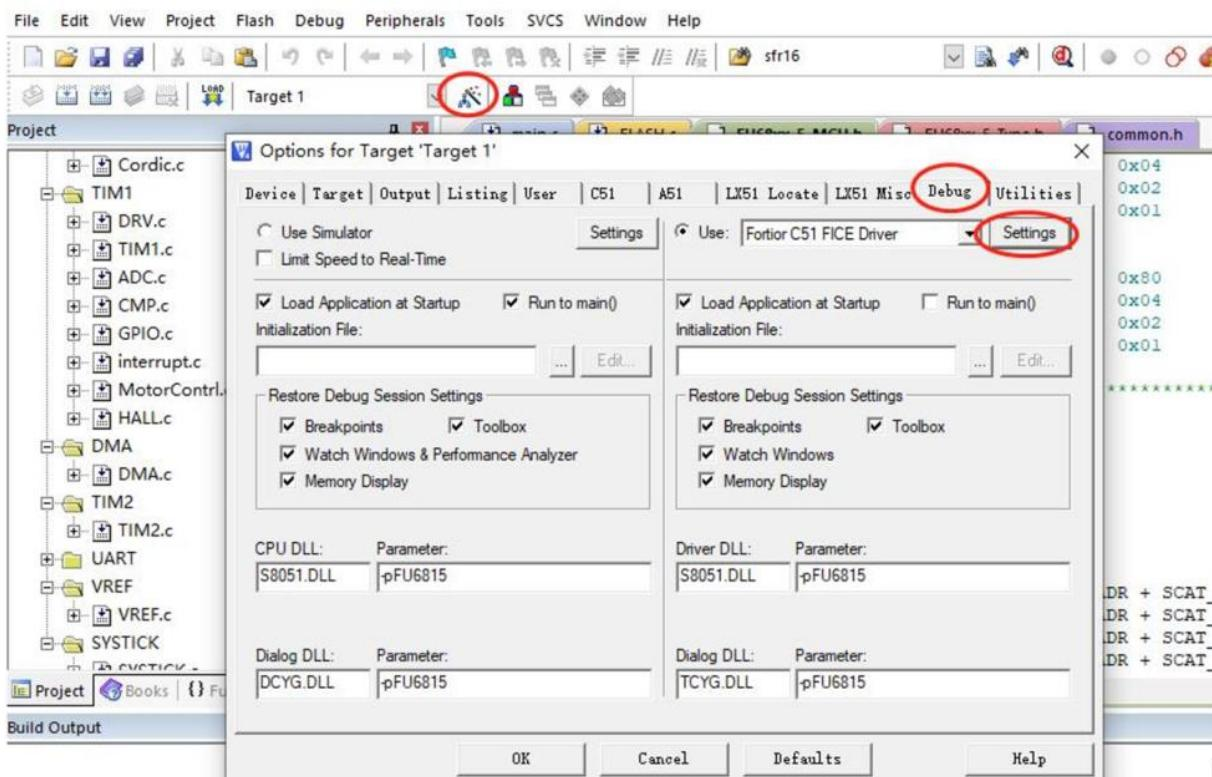

图 33-1 代码保护配置
1. 打开 8051 集成开发工具，编译前进入 Target Options 中并选择 Debug 选项卡，按照上图 33-1 所示进行选择，并点击 Settings 进入下一步设置；
<p>中断使能”改为“步进模式:无意义”;</p> <p>25. 21.3.7 P1_AN (0x4050) HDIO 增加类型与复位值;</p> <p>26. 22 ADC 章节 ADC_SCYC 寄存器拆开成 22.4.3 DAC_CR(0x4035)、 22.4.4 ADC_SCYC(0x4038)描述;</p> <p>27. 22.4.15 ADC10_DR (0x0FEC, 0x0FED) 表格中 ADC10_DRH(0x0FC)纠正为 ADC10_DRH(0x0FEC);</p> <p>28. 29.2.2 低压检测操作说明纠正“低电压复位电压可设置为 3.0/3.5/3.8V 四个档位。” 档位数为三;</p> <p>29. 33.2 代码保护操作说明更新图 33-1 代码保护配置;</p> <p>30. 采用数据手册标准 V7.8, 优化文档结构。</p>